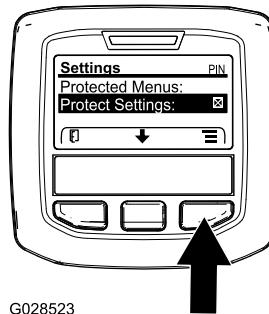

Bild 33
1. Navigieren Sie vom Hauptmenü mit der mittleren Taste auf das Menü EINSTELLUNGEN und drücken Sie die rechte Taste (Bild 33).